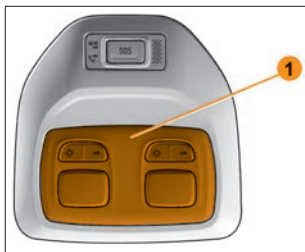

Рис. 6.13.9. Блок освещения салона
**Лампы освещения мест водителя и переднего пассажира.** Для замены ламп в плафонах освещения мест водителя и переднего пассажира проделайте следующие действия (рис. 6.13.9):